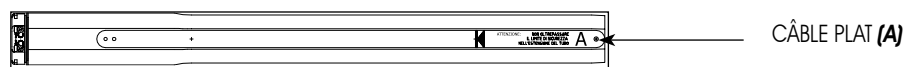

Fig.7
3) LES CÂBLES PLATS (FIG.7 RÉF. A), MONTÉS AU-DESSUS DU MANCHON DU MOTEUR ET DE LA CALOTE (FIG.1 RÉF. ① - ②) DURANT L'ASSEMBLAGE DE L'ÉLECTRO-ROULEAU, DOIVENT COULISSER À L'EXTÉRIEUR DU ROULEAU FIXE.